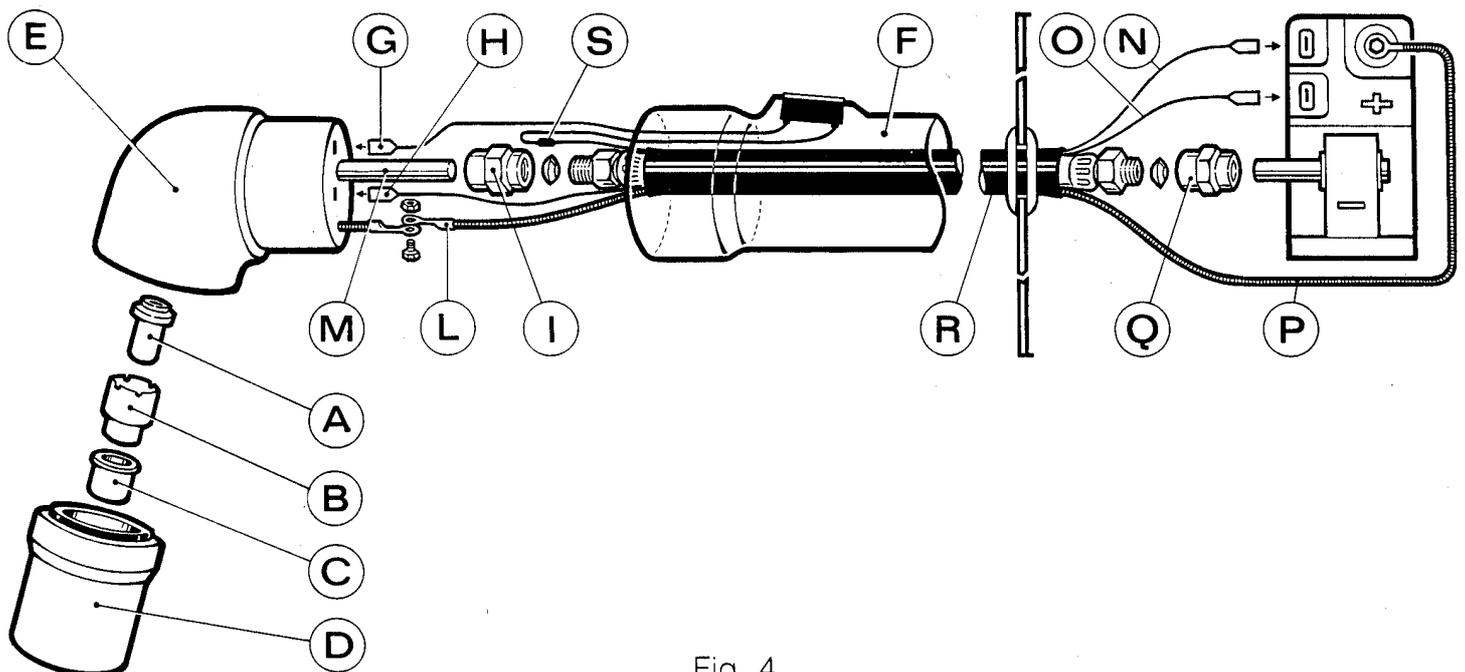

Fig. 4
1) Remplacement des éléments soumis à usure (Fig. 4).
2) Remplacement du corps de la torche **E** (Fig. 4).
3) Remplacement de la torche complète (Fig. 4).
4) Remplacement du câble **R** (Fig. 4).